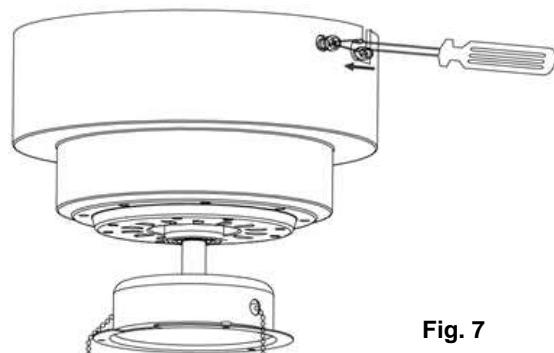

Fig. 7
- Couvrir le support de montage avec le boîtier du moteur. S'assurer que tous les branchements électriques sont logés à l'intérieur de la fente du support du moteur et qu'ils ne sont pas endommagés au cours de cette étape, et fixer avec des vis. Fig. 7